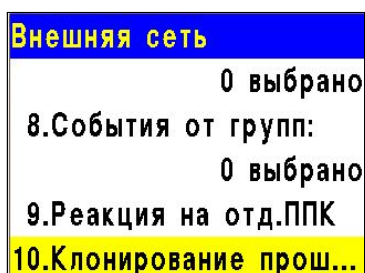

Рисунок 22 - Подменю “Внешняя сеть” ППК
- 2.3.3. Выбрать пункт **10.Клонирование прошивки**. Нажать кнопку **Ок** (рисунок 22).